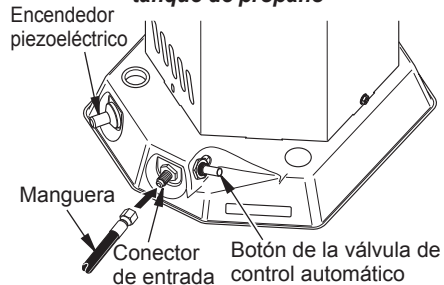

Figura 3 - Ubicación del conector de entrada y de la manguera, del botón de control automático y del botón del ignitor piezo
2. Conecte la manguera a la entrada del conector (consulte la figura 3). Apriete firmemente usando una llave.
5. Presione y mantenga presionado el botón de la válvula de control automático (consulte la figura 3). Presione y suelte el botón ignitor piezo. Continúe presionando el botón del ignitor piezo hasta que se encienda el quemador. Mantenga presionada la pe-